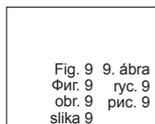

Fig. 9. 9. ábra
a) Сразу извлеките капсулу с замешанным материалом из миксера и плотно установите на ее носик насадку GC Elongation Tip до щелчка. Насадку GC Elongation Tip можно установить на капсулу G-CEM только используя ретенционное кольцо (Рис. 9). Не устанавливайте насадку на другие капсулы. Капсулу с присоединенной насадкой сразу же установите в GC CAPSULE APPLIER.
Фиг. 9. 9. рис. 9
obr. 9. 9. рис. 9